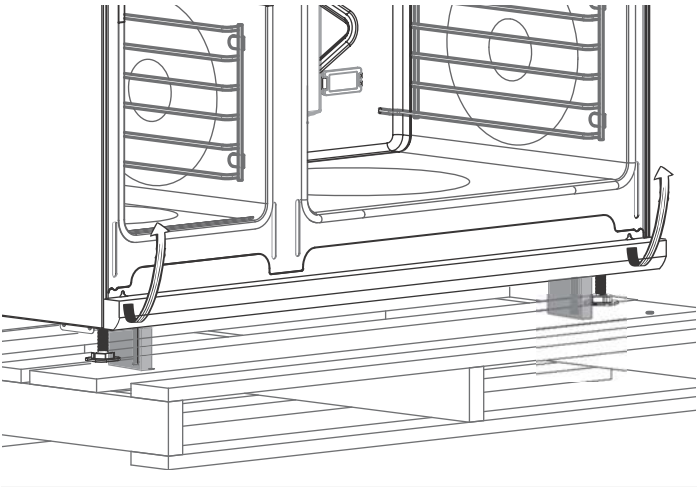

Figure 6 : enlever la garniture de la porte
3. Modèles PRDS48JD SGU/C : Pour avoir accès au boulon de la palette situé derrière le tiroir chauffant, atteignez le boulon situé en haut et derrière la structure de l'appareil et tenez-le en place à l'aide d'une clé de ½ po (voir Figure 6). Utilisez une deuxième clé pour desserrer le boulon situé en bas. N'enlevez PAS le tiroir chauffant.